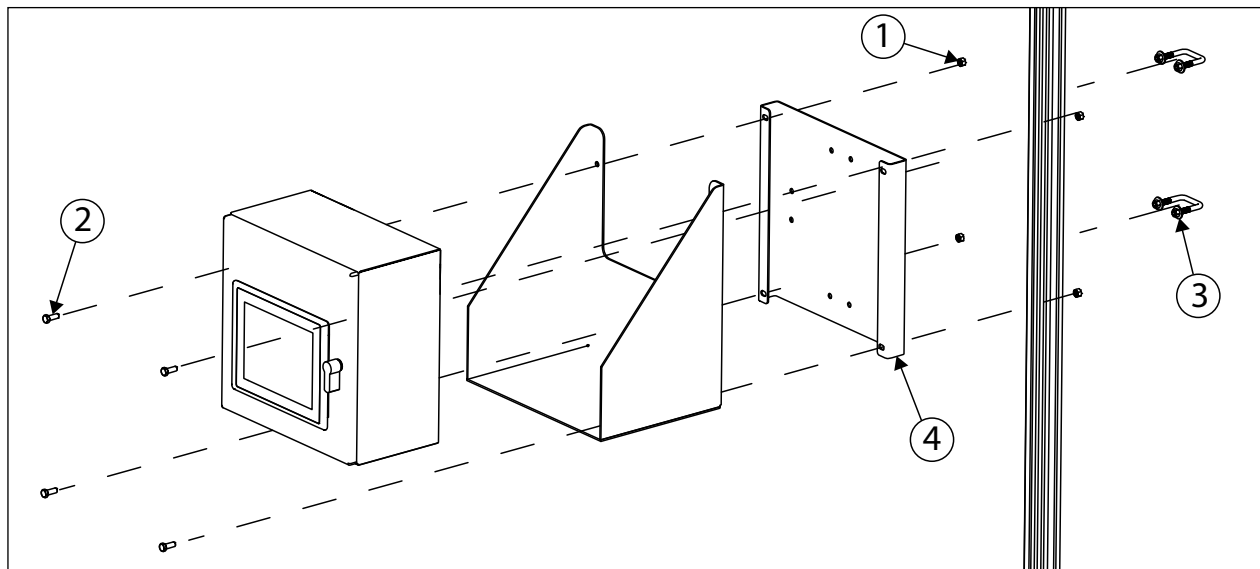

Figura 5-9. Montaje en quiosco opcional
NOTA: Si añade el estante de quiosco opcional (n.º de ref. 212260), móntelo entre el quiosco y la placa de montaje (consulte la Figura 5-9).